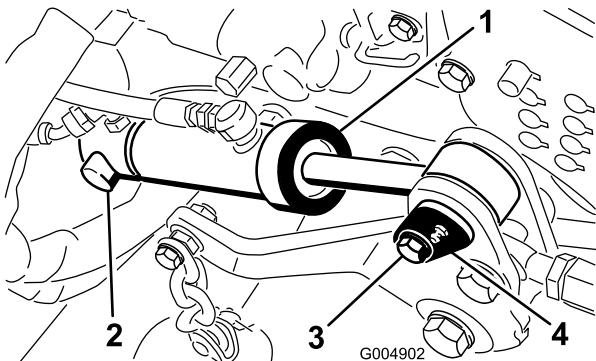

Figure 36
9. Déposez la bague de retenue qui fixe l'arrière du vérin de levage du plateau à l'axe de pivotement (Figure 36).
10. Retirez la vis qui fixe l'axe de pivotement de vérin avant au cadre de la tondeuse (Figure 36).